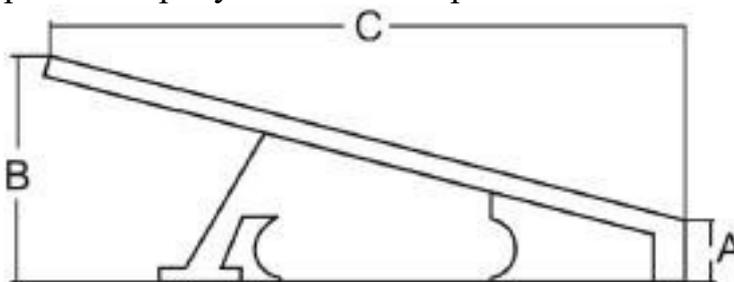

Рис. 3.1 Схема
- ① Установите инклинометр на буровую установку и на землю, чтобы определить их углы наклона; разница их углов и будет углом вхождения (Рис. 3.1).
- ② Измерьте высоту А (от переднего края рамы до земли) и высоту В (от заднего края рамы до земли) и рассчитайте разницу между В и А. Измерьте расстояние С (между передним и задним концами по прямой). Рассчитайте значение угла входа по данной формуле: $((B-A) / C) \times 100$. Если угол вхождения слишком мал, можно выйти на горизонтальное бурение быстрее, без изгиба буровой штанги. Если угол вхождения большой, то для выхода на горизонтальное бурение потребуется большее расстояние и большая глубина.